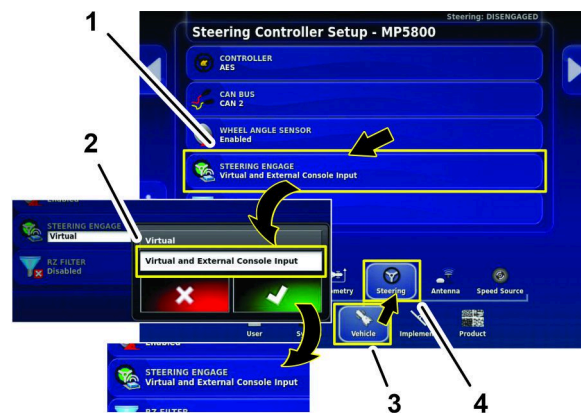

Figura 162
5. Pulse el icono VEHICLE (Vehículo) y pulse el icono STEERING (Dirección) (Figura 162).
6. Pulse el icono STEERING ENGAGE (Activar dirección) (Figura 162).
7. En el cuadro de diálogo, pulse el icono VIRTUAL AND EXTERNAL CONSOLE INPUT (Entrada virtual y externa de la consola), y pulse el icono de confirmación (Figura 162).